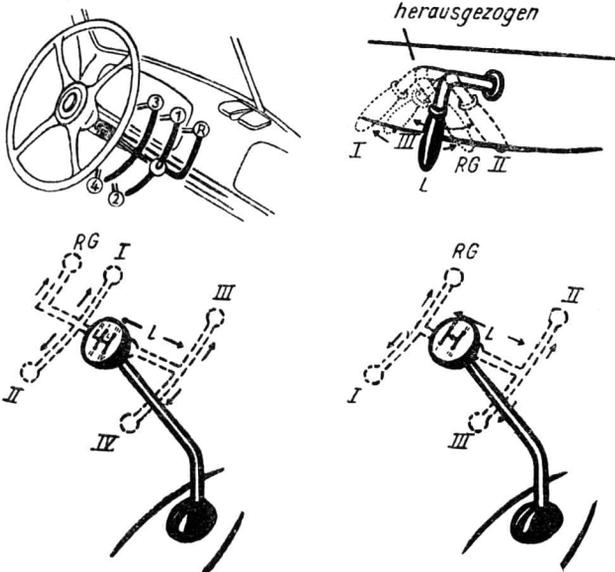

Bild 86. Die Gangschaltungen
3. Das Schalten der Gänge (Bild 86)